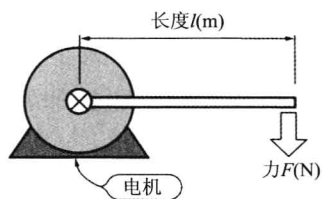

图 1.6 转矩的定义
电机是一种旋转机器,其速度用转速 N (r/min) 表示;旋转的力量用转矩 T ($N \cdot m$) 表示,如图 1.6 所示。图中的转矩是以电机的输出轴为支点,在长度是 l (m) 的杠杆端部有力 F (N) 发生时,转矩用 $T = lF$ 表示。假定力的方向与杠杆垂直,即作用在 90° 方向。